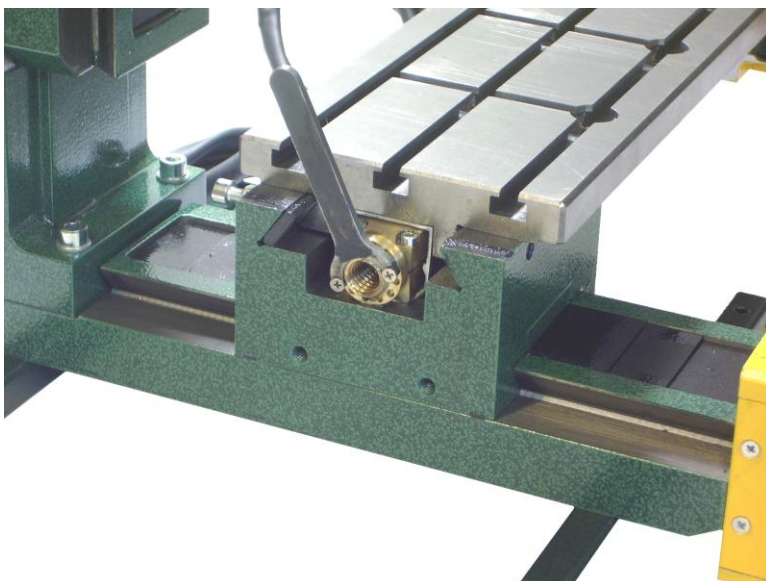

Рис. 9. Вращение венца регулировки.
2.5.3.5 Установить на венец регулировки специальный ключ из комплекта станка (**Рис. 9**).